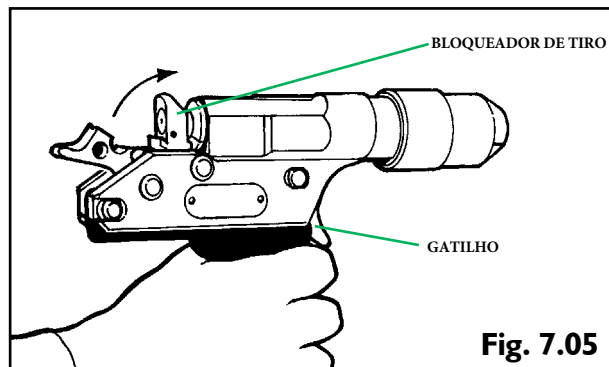

Fig. 7.05
- ▶ Apontando para o lado contrário, antes de atirar, mova o bloqueador de tiro contra o compartimento do cartucho como na Fig. 7.05. A pistola estará pronta para uso